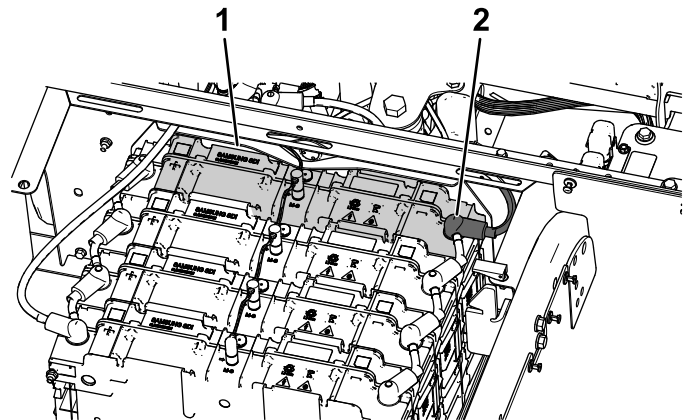

Figure 41
1. Retirez le capuchon isolant de la borne négative (-) de la batterie avant (Figure 41).